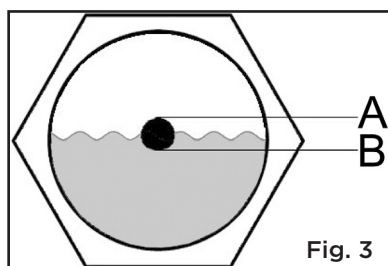
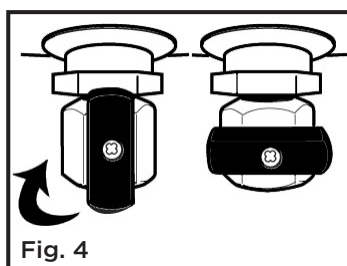

Fig. 3
Fig. 4
1. Vérifiez le niveau d'huile dans la pompe en regardant le voyant. Le niveau d'huile de la pompe doit se situer entre les lignes A et B (fig. 3). Évitez de trop remplir ou de ne pas remplir suffisamment.
4. Ouvrez la soupape de vidange (C) en la tournant dans le sens antihoraire.
5. Ouvrez le sectionneur d'alimentation principal. Mettez le pressostat du moteur en position ON (marche) (B). Le moteur devrait se mettre en marche. Laissez le compresseur fonctionner pendant 30 minutes afin de roder les pièces internes. (Fig. 4)
3. Éliminez l'humidité du réservoir après chaque journée d'utilisation. Laissez la soupape de vidange ouverte jusqu'à la prochaine utilisation. Cela permettra à l'humidité de s'évacuer complètement, contribuant ainsi à prévenir la corrosion à l'intérieur du réservoir (fig. 4).